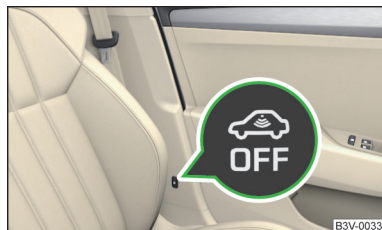

Fig. 39
- Presionar la tecla  en la columna central del lado del conductor » fig. 39, en la tecla ilumina la señal .